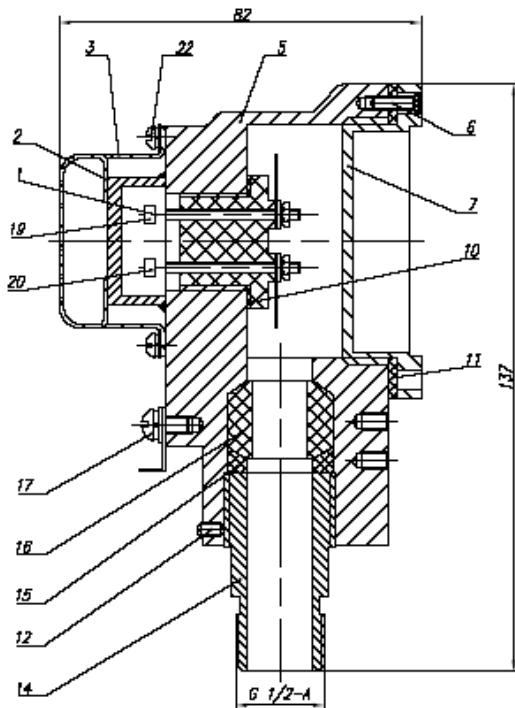

Рисунок 12 – Монтаж БД
Монтаж производится следующим образом (рисунок 12):
3.2.2.4 Электрическое сопротивление изоляции цепей блока детекторного проверить мегаомметром на 100 В (например, мегаомметром Ф4102). Напряжение прикладывать между корпусом БД и токопроводами 1, 2, 3 (рисунок 12), отсоединив наконечники от лепестков 1 - 4 группы лепестков в соответствующем канале БС.
После проверки присоединить наконечники к лепесткам 1 - 4. В БД завинтить крышку поз. 7 и ее стопорный винт (Рисунок 12).